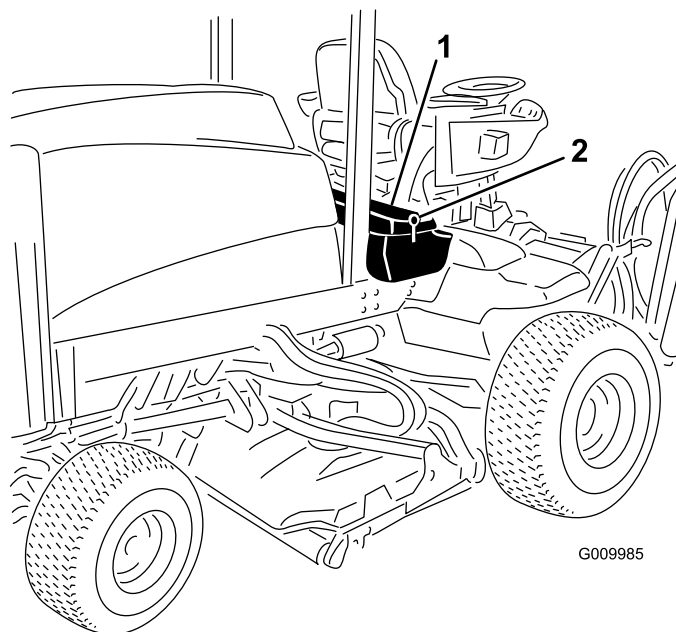
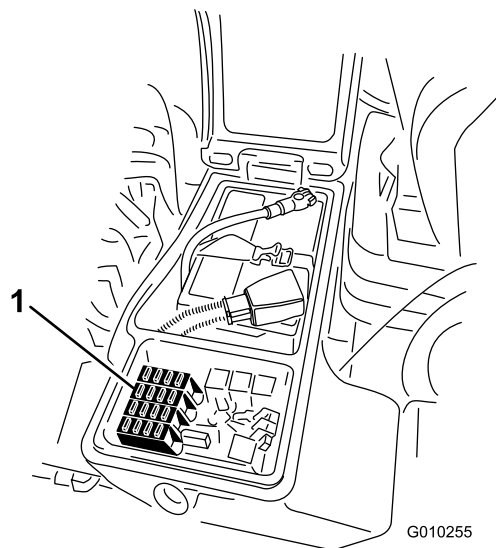

Figura 95
Figura 96
- Desaperte o trinco da cobertura da caixa de armazenamento direita e levante a cobertura (Figura 95) para expor o bloco de fusíveis (Figura 96).
- Substitua o(s) fusível(is) aberto(s) conforme necessário (Figura 96).
- Feche a cobertura da caixa de armazenamento direita e prenda a cobertura com o trinco (Figura 95).